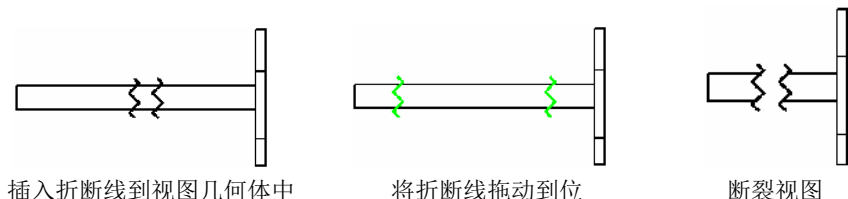

图 14-44 生成的断裂视图
- ❶ 选择工程视图。
- ❷ 选择菜单栏中的“插入”→“工程视图”→“断裂视图”命令，视图中将出现一条折断线。
- ❸ 拖动断裂线到所需位置。
- ❹ 断裂视图。单击“断裂视图”属性管理器中的“确定”图标按钮，结果如图 14-44 所示。